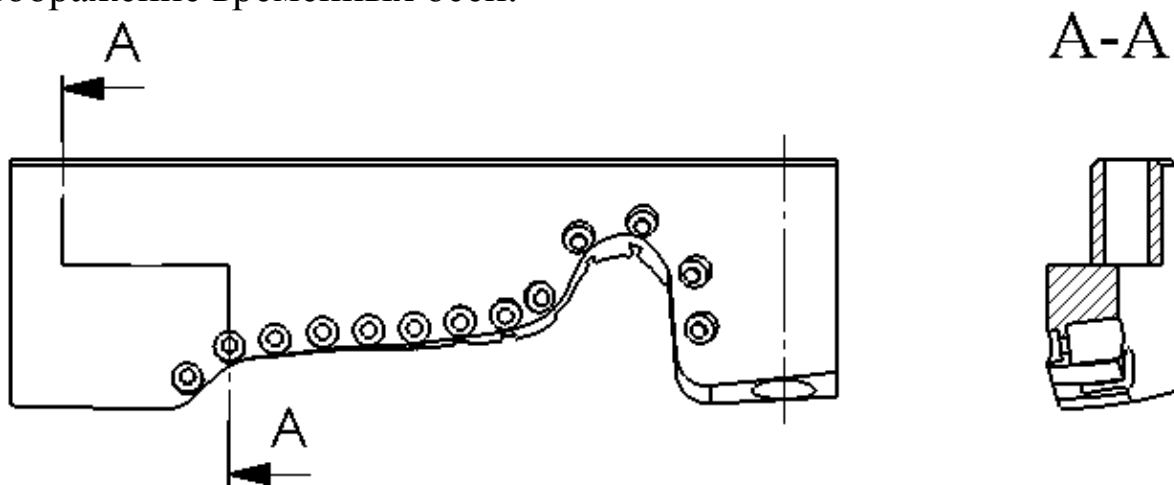

Рис. 10
9. Выберите один из сегментов линии сечения и нажмите кнопку перестроить  панели инструментов «Стандартная» для изменения разреза (рис. 10);